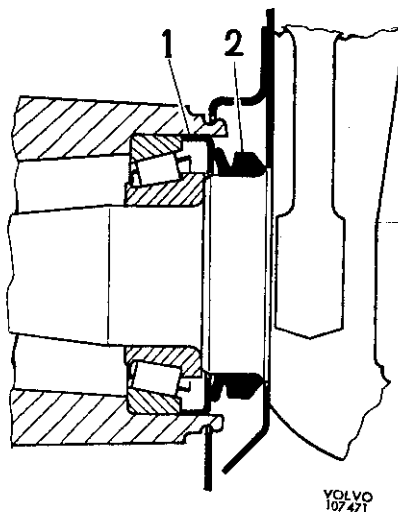

Abb. 32. Abdichtung der Vorderradnabe (spät. Ausf.)
9. Dichtring (2, Abb. 32) auf den Achsschenkel drücken, bis er ringsum satt anliegt. **Hinweis!** Der Dichtring darf auf keinen Fall schief eingebaut werden.